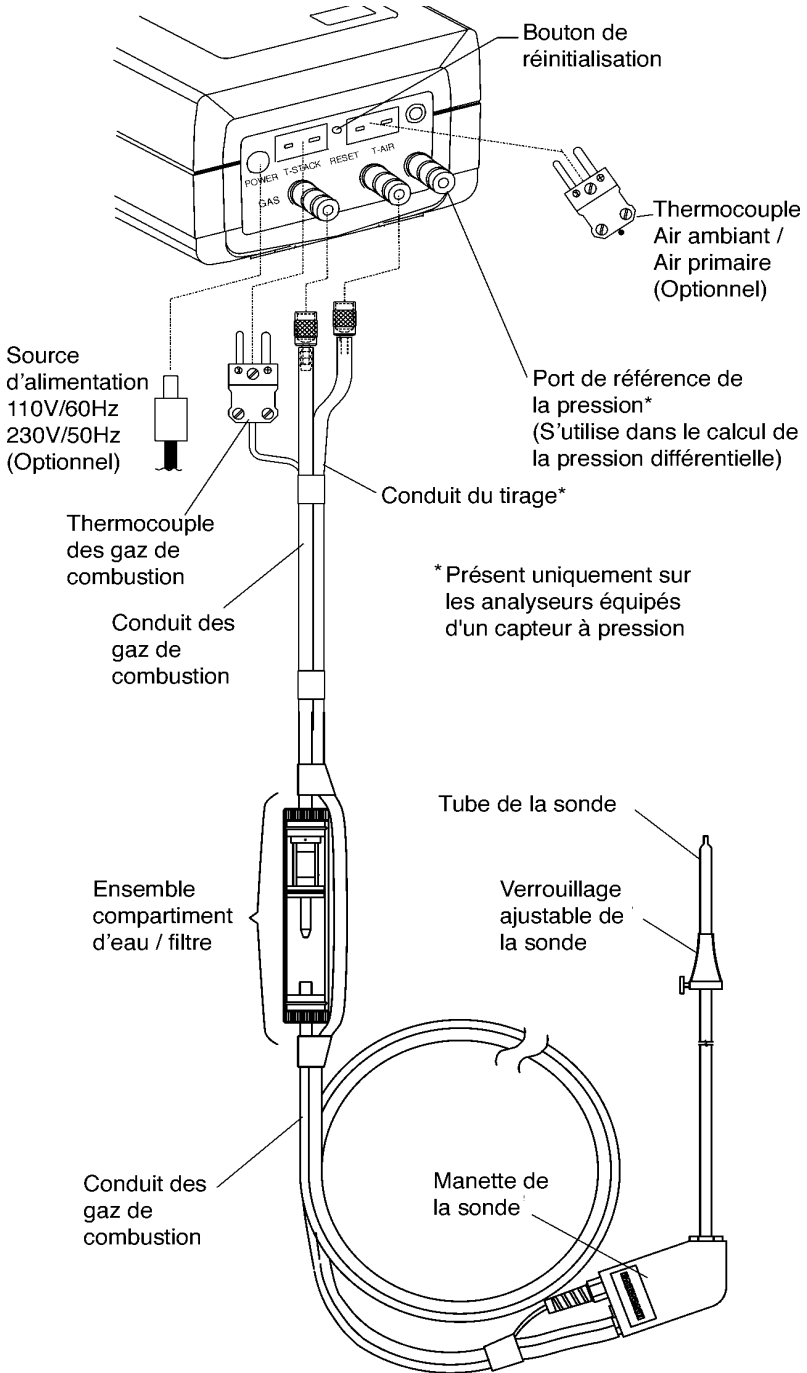

Figure 3-2. Branchement de la sonde à l'analyseur
1. Branchez la prise de sortie destinée à la source d'alimentation optionnelle à la prise de branchement d'alimentation de l'analyseur (Figure 3-2).
Pour brancher la sonde à l'analyseur (Figure 3-2) :